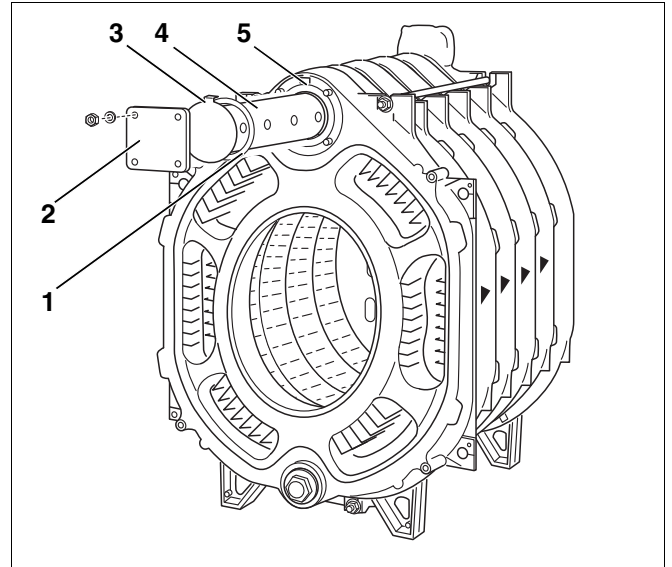

Fig. 19 Montaggio – Tubo di alimentazione
- ▶ Inserire la guarnizione piatta (fig. 19, [1]) sul tubo d'alimentazione (fig. 19, [4]).
- ▶ Chiudere con la flangia cieca (fig. 19, [2]).
Inserire la camma (fig. 19, [3]) della lamiera terminale del tubo di alimentazione nella cavità del mozzo superiore (fig. 19, [5]). Il tubo d'alimentazione deve essere fissato in modo che le sue aperture di deflusso siano poste nella giusta angolazione. In tal modo è garantita un'ottimale distribuzione dell'acqua nel settore del mozzo superiore.